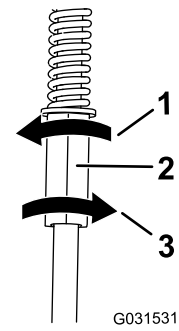

Figura 57
4. Gire la varilla de control izquierda en incrementos de un cuarto de vuelta hasta que la máquina avance en línea recta (Figura 57).